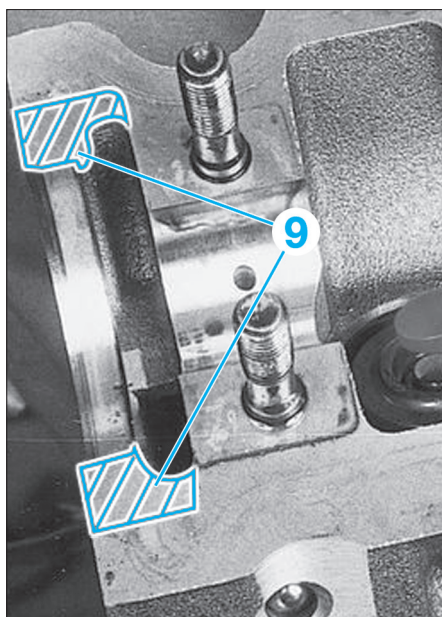

FIG. 40
- Déposer une fine couche de pâte d'étanchéité en (9) (Fig.40).